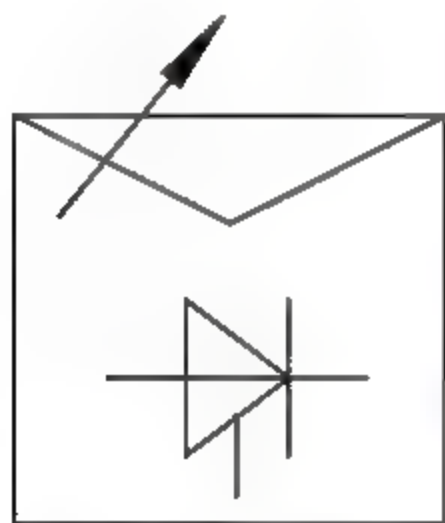

图7-5 打开素材
- 01 单击快速访问工具栏中的【打开】按钮，打开本书配备资源中的“素材\第7章\7-1 创建可控调节启动器图块.dwg”文件，如图7-5所示。